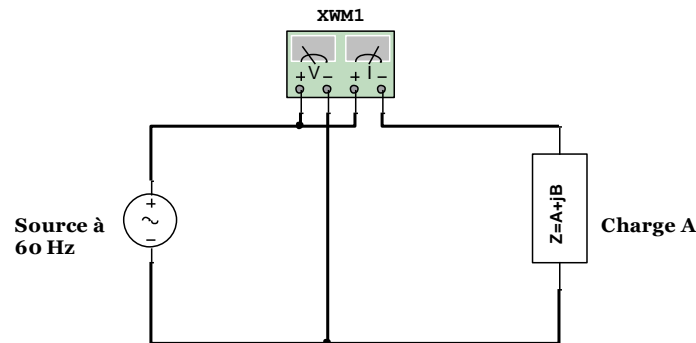

Figure 5. Analyse de la charge A
1. Durant une séance de laboratoire d'ELE 1409, on alimente la charge A à travers l'analyseur de puissance XWM1 comme montré ci-dessous (**Figure 5**).